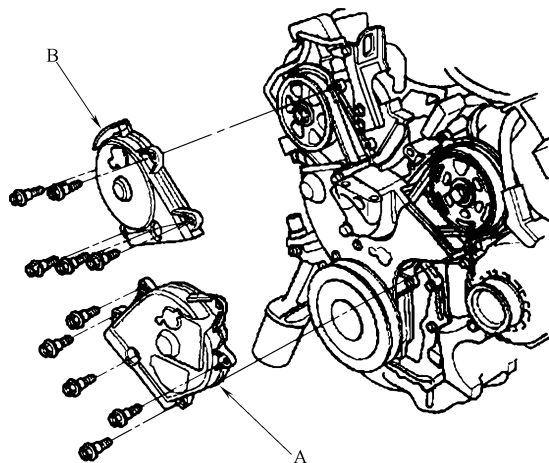

图 23-76 正时带前部上盖 A 和后部上盖 B
- 9) 如图 23-76 所示，拆卸正时带前部上盖 A 和后部上盖 B。